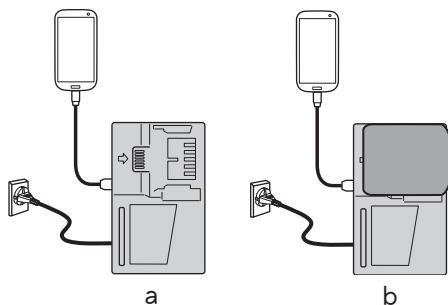

图 7
- 将 USB 设备插入插座进行充电（图 7-a）。
- 将 USB 设备和电池插入插座进行充电。（图 7-b）